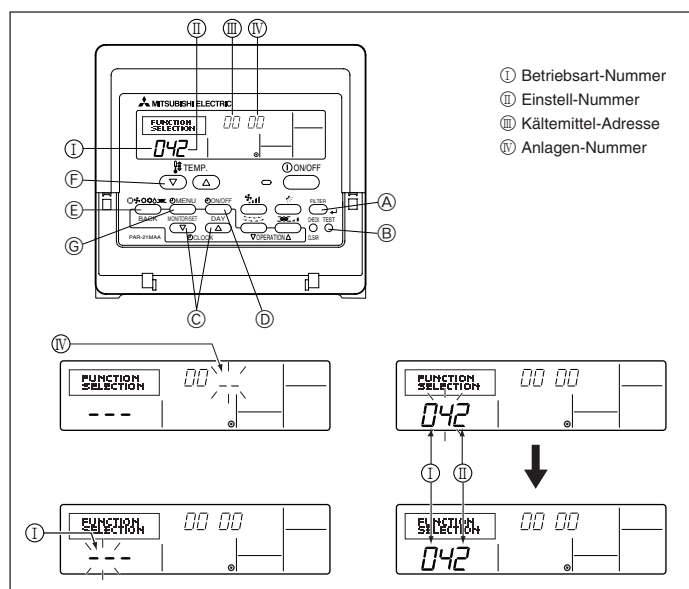

Fig. 6-2
6.2.1. Funktionseinstellung an der Anlage (Fig. 6-2)